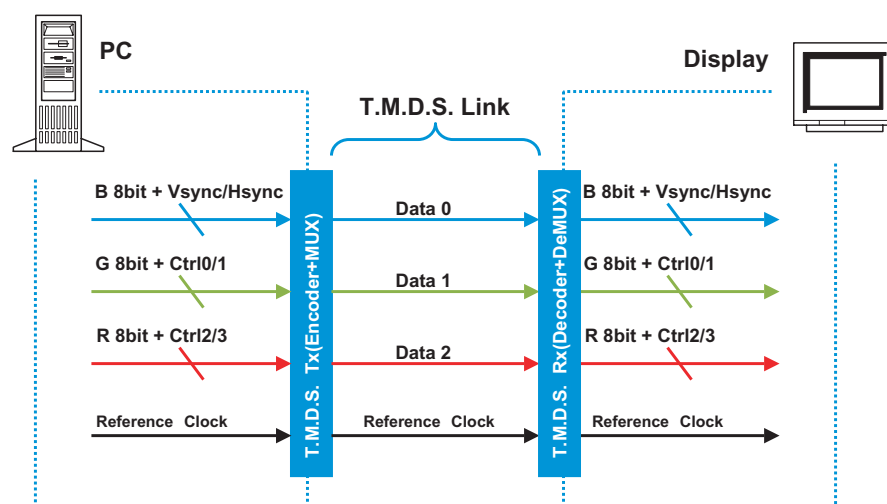
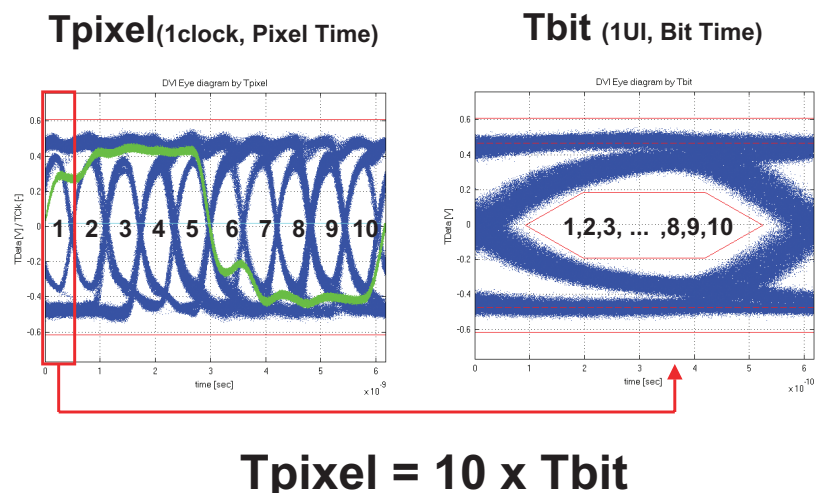

図4. DVIの接続形態とT.M.D.S. Link
図5. T.M.D.S.の伝送信号
T.M.D.S.は、シングルリンク接続(図4)において、R、G、Bの色データとコントロール信号(Ctrl0、1、2、3及びHSync(水平同期)/VSync(垂直同期))から構成されるデータ信号が、3つの独立したデータ信号用差動ラインに独自にエンコードされた形で、10:1にシリアル化されて伝送されます(すなわち、データ信号は、リファレンス・クロックの10通倍の伝送レートになります)。それとは別に、リファレンス・クロックが1つのクロック信号用差動ラインに10通倍されずにそのまま伝送されます。このとき、リファレンス・クロックは、1画素をあらわすPixel Time (Tpixel)を構成し、データ信号は、Bit Time (Tbit)を構成します(図5)。デュアルリンクでは、データを奇数データと偶数データに分けて、各データを2つのリンクに同時に同じ伝送スピードで送信することで帯域を倍にしています。これにより、シングルリンクで対応できないような大容量のデータの伝送が可能となります。